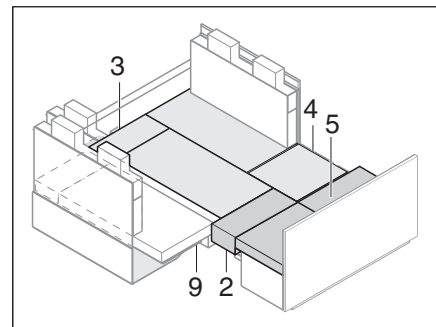

Fig. 223 Después de la ampliación
- Introducir los cojines adicionales (Fig. 223,5).